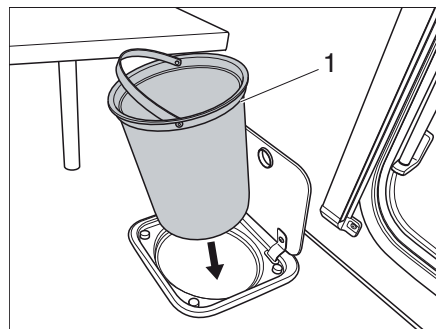

Fig. 159 Poubelle de la cuisine
- Retirer la poubelle (Fig. 159,1) par l'anse et la vider conformément aux prescriptions en vigueur.